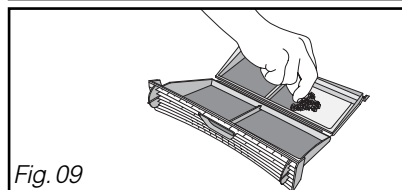

Fig. 09
– Nettoyez-le en le débarrassant de la mince couche de peluche qui le recouvre (Fig. 09)